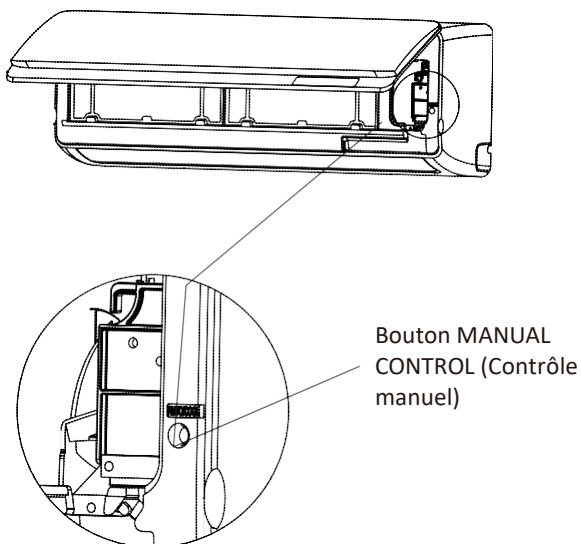

Fig. 8.1
2. Le bouton **MANUAL CONTROL** (Contrôle manuel) se trouve sur le côté droit du module. Appuyez dessus 2 fois pour sélectionner le mode COOL (Froid). Voir **Fig 8.1**.